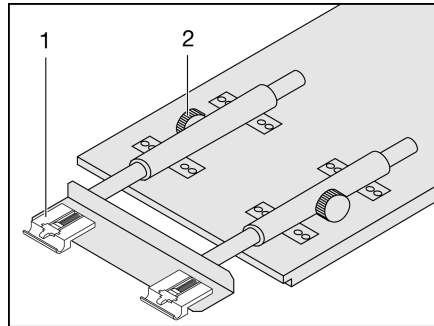

Fig. 88 Allungare il tavolo sospeso
- Svitare le viti a testa cilindrica zigrinata (Fig. 88,2).
- Sollevare leggermente il piano del tavolo in avanti ed estrarlo fino all'arresto. La prolunga del tavolo (Fig. 88,1) è completamente estratta.
- Sollevare leggermente il piano del tavolo e spingerlo all'indietro fino all'arresto. La prolunga del tavolo (Fig. 88,1) è completamente rientrata.